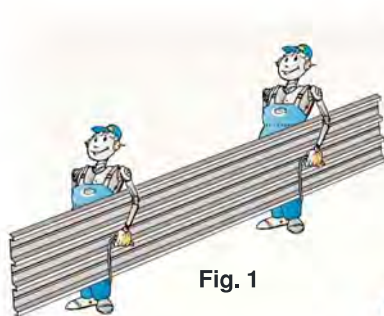
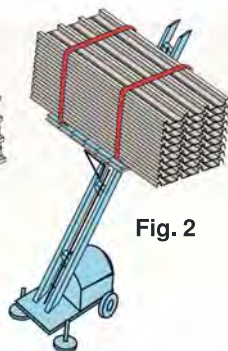

Fig. 1
Fig. 2
- nei casi di sovracopertura con un profilo di lastra differente da quella installata, occorre posizionare la nuova orditura verticale in corrispondenza della orditura orizzontale esistente. La nuova orditura dovrà avere un'altezza maggiore al filo superiore della vecchia copertura (fig. 1) per consentire il fissaggio dei nuovi listelli orizzontali su cui verranno installate le nuove lastre **COVER-LIFE** (fig. 2);
Il trasporto manuale della singola lastra con lunghezza superiore ai 3 metri deve avvenire come illustrato nella fig. 1, evitando curvature che possano danneggiare le lastre non imballate.
Prestate la massima attenzione nella ripartizione dei pesi dei bancali quando si utilizzano mezzi di sollevamento meccanici come carrelli elevatori, montacarichi, gru etc. (vedi fig. 2 e fig. 3): si consiglia di distribuire uniformemente il carico nei punti di sollevamento.
1) Se la vite è troppo stretta la lastra si curverà all'altezza del fissaggio con rischio di venature o rotture che comprometteranno l'integrità della copertura (vedi Fig. 1).
2) Se la vite è poco tirata ed in caso essa venga posizionata sull'onda di sormonto non si avrà una perfetta impermeabilizzazione della copertura, potendo comunque acqua e umidità passare sotto alla lastra sormontata (vedi Fig. 2).